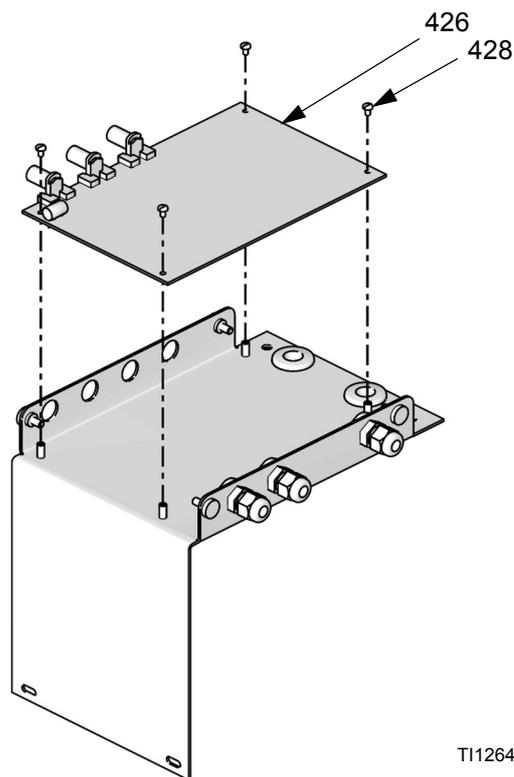

FIG. 28 Rimuovere la scheda di controllo
4. Rimuovere le 4 viti (428). Rimuovere la scheda di controllo (426). FIG. 28.